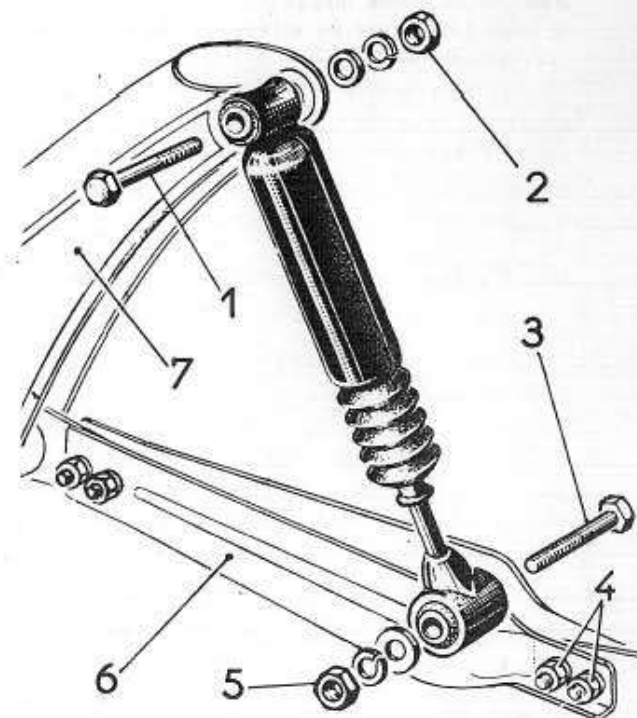
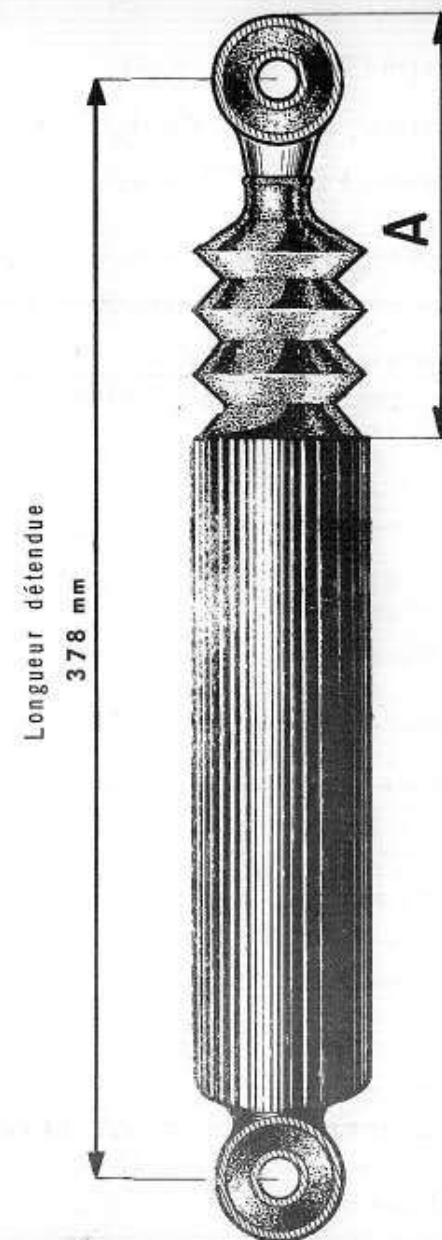

Fig. 20
Fig. 21
316 - VERIFICATION d'un AMORTISSEUR AVANT ou REMPLACEMENT (Fig: 20 et 21)
Débloquer les deux écrous (4 - Fig. 20) sans les déposer. Déposer l'écrou (5), les deux rondelles et la vis fixant l'amortisseur.
- 3) Déposer l'écrou (2), les deux rondelles et la vis (1). Déposer l'amortisseur.
- 4) **Contrôle de l'amortisseur** (Fig. 21)
- Pose - Fig. 20
- 5) Ne pas enlever le fil de retenue de la tige de l'amortisseur neuf. Présenter l'amortisseur dans le bras support (7) et l'autre extrémité dans le levier de réaction (6). Poser la vis (1), les deux rondelles et l'écrou (2), **ne pas bloquer**.
- 6) A l'aide du cric placé sous la main de ressort, abaisser ou soulever pour faire coïncider le trou du silentbloc et ceux du levier de réaction (6). Poser la vis (3), les deux rondelles et l'écrou (5), ne pas bloquer. Monter le cric de manière à pouvoir retirer le fil de retenue.